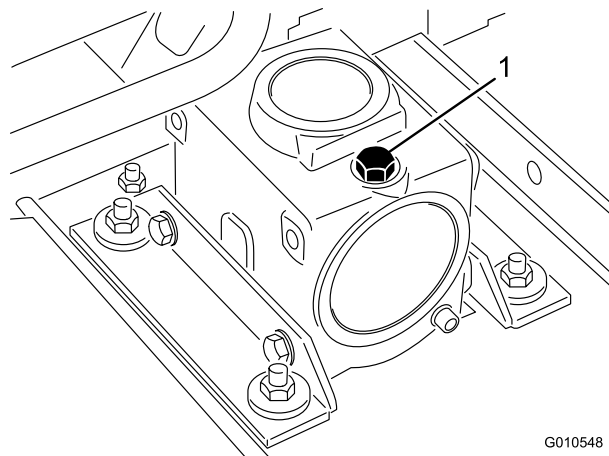

図 18
3. ギアボックス (図 18) の上部についているディップスティック兼プラグを外し、潤滑油がディップスティックの 2 つのマークの間であることを確認する。